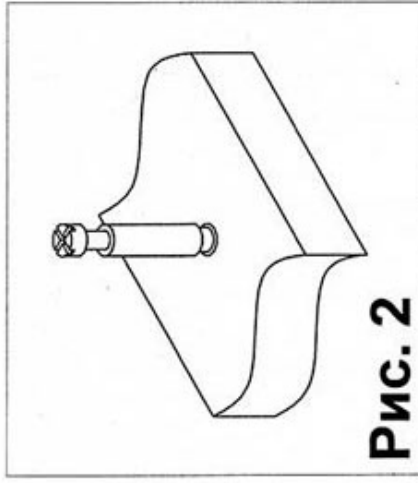

Рис. 2
Положить столешницу 5 нижней стороной вверх (на нижней стороне этой детали имеются пластиковые муфты), и закрутить в муфты дюбеля стяжек-растекс (4) (см. рис.2). После этого перевернуть столешницу 5 и соединить ее с каркасом стола так, чтобы дюбеля стяжек-растекс (4) закрученные в столешнице 5 вошли в соответствующие торцевые отверстия расположенные на боковинах 1 и 2.
4. Закрутить дюбеля стяжек-растекс (4) в пластиковые муфты расположенные на нижней стороне полки 9 (см. рис.2), и соединить ее с каркасом надставки (детали 16, 14, 12). Фиксацию полки произвести при помощи евроинтов (2) и шкантов (16). Шканты (16) следует забить так, чтобы выступающая часть шканта составила примерно 20 мм. Далее забить шканты (1) в соответствующие торцевые отверстия расположенные на стойке 10, 23 и соединить их с полкой 9. Фиксацию произвести при помощи евроинта (2). После этого установить стенку заднюю 17 на выступающие части шкантов (16) забитых в полке (9). Далее закрутить дюбеля стяжек-растекс (4) в пластиковые муфты расположенную на нижней стороне полки 11, и соединить ее с каркасом надставки (детали 10 и 17). Фиксацию полки 11 с стенкой задней 17 и стойкой 23 произвести при
Далее закрутить дюбеля стяжек-растек (4) в пластиковые муфты передней панели ящика (см. рис.2). Соединить переднюю панель ящика с боковинами ящика. Фиксацию стяжек-растек (11) произвести путем поворота их по часовой стрелки. Далее перевернуть ящик (нижние торцы боковин и задней